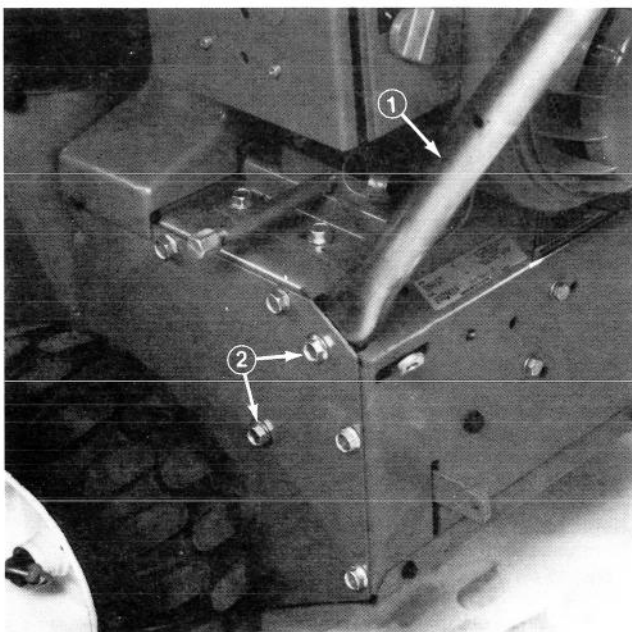

Figure 2
4. Fixez les mancherons aux plaques latérales à l'aide des boulons et des rondelles (Fig. 2).